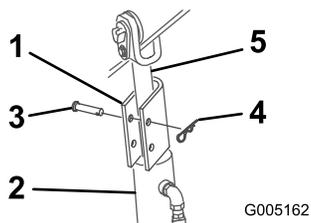

図 20
4. 各昇降シリンダロッドにシリンダロックを取り付ける 図 20。
5. 各シリンダロックをクレビスピンとコッターピンで固定する 図 20。